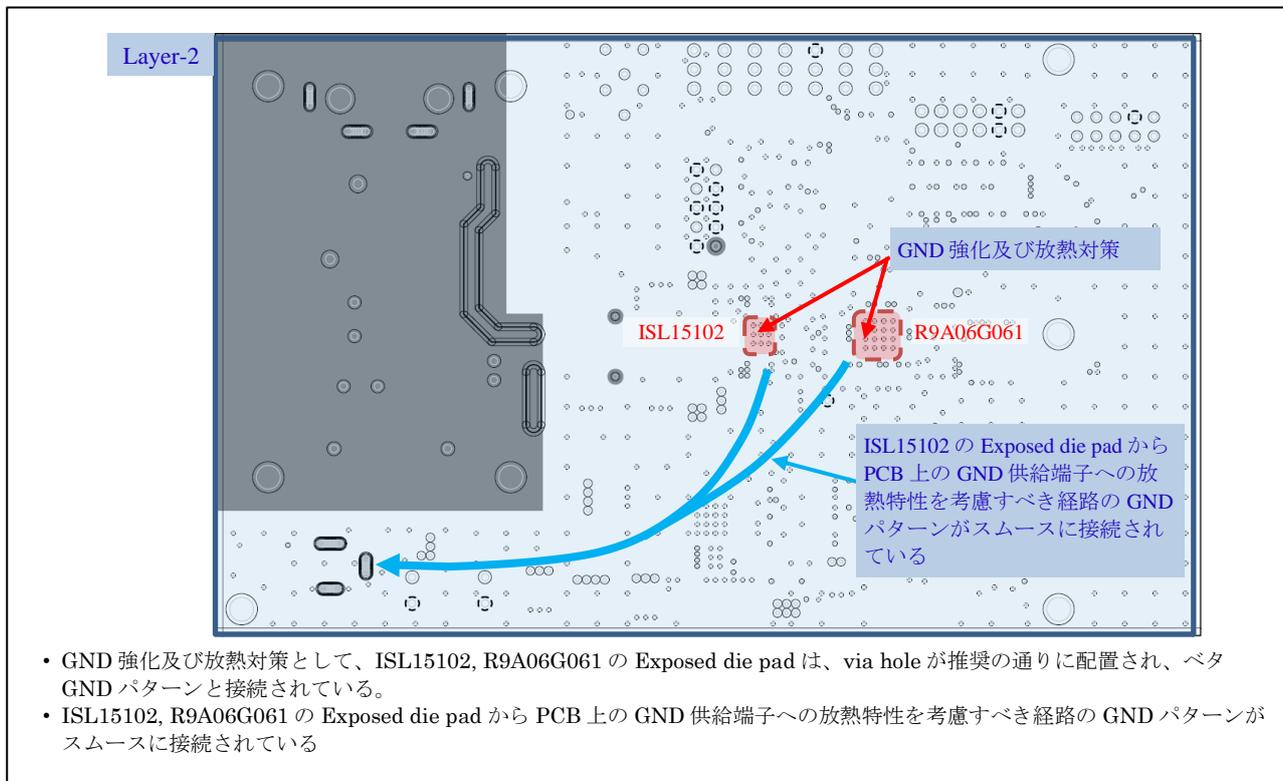

Figure 2-13 R9A06G061 と ISL15102 の Exposed die pad と GND パターンの接続例 (2層)
- 2 層の GND 層では、R9A06G061, ISL15102 の Exposed die pad と PCB 上の GND 供給端子への経路を、スムーズに接続してください。(2 層の接続例を Figure 2-13 に示します)